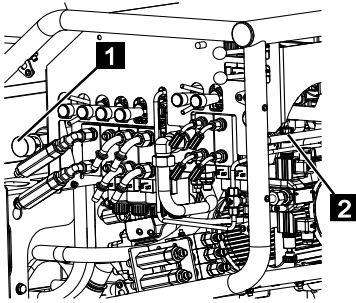

Fig. 199
7. Après le mode d'entretien, dévisser totalement la vanne [LS] (Fig.199/2) et déverrouiller la vanne [Plateforme] (Fig.199/1) dans le sens inverse des aiguilles d'une montre et revisser les capots.